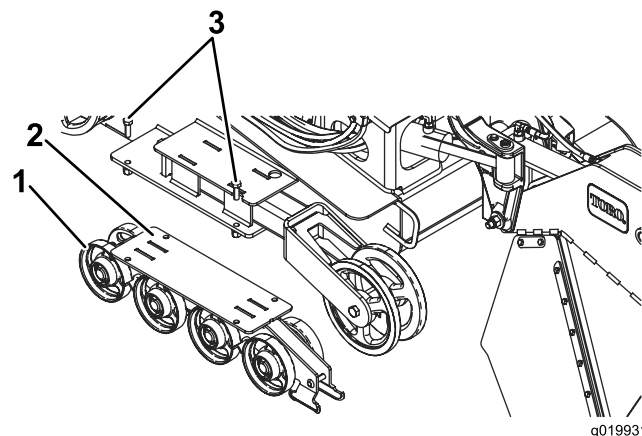

Figura 50
2. Retire os 4 parafusos que fixam cada guia da lagarta inferior que contém as rodas de estrada e retire-as (Figura 50).